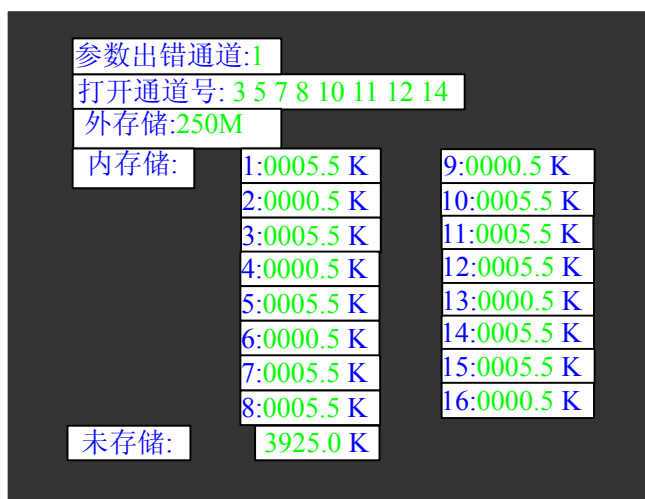

图 2.4 通道存储容量画面
- 1、初始化和检测都正常后, 系统将进入通道存储容量画面, 如图 2.4 所示, 再经过 3 秒钟左右的时间, 系统会自动进入特大数据画面。